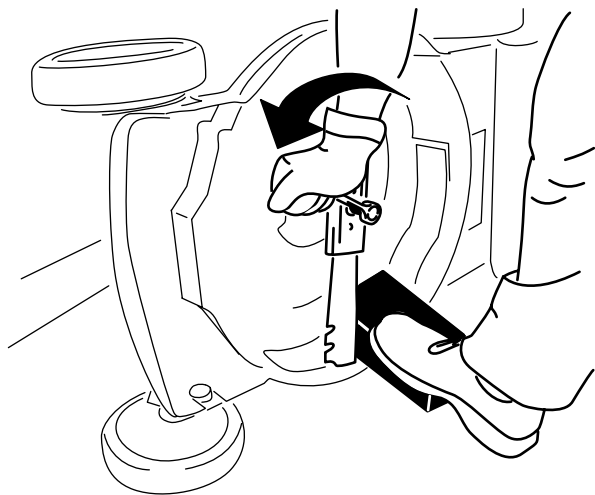

Рисунок 28
3. Используйте деревянную подкладку для неподвижного удерживания ножа (Рисунок 28).
4. Снимите нож, сохранив все крепежные детали (Рисунок 28).